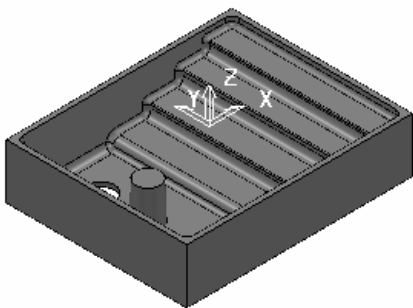

图 2-128 打开范例文件
2) 选择下拉菜单中的“文件”→“范例”命令，弹出“打开范例”对话框，选择“flats.dgk”（“随书光盘：\第 2 章\exercise8\uncompleted\flats.dgk”）文件，单击“打开”按钮即可，如图 2-128 所示。